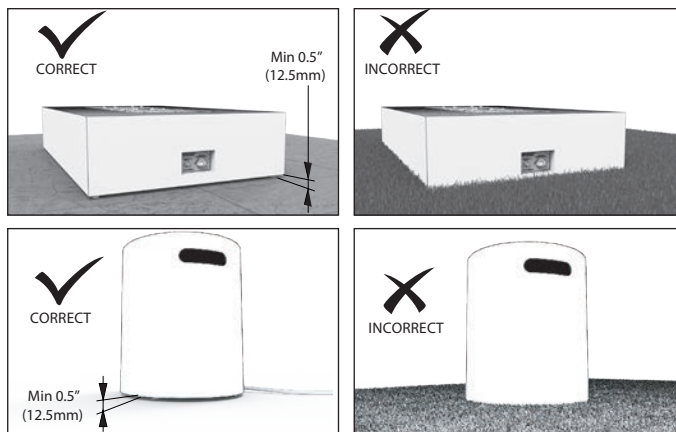
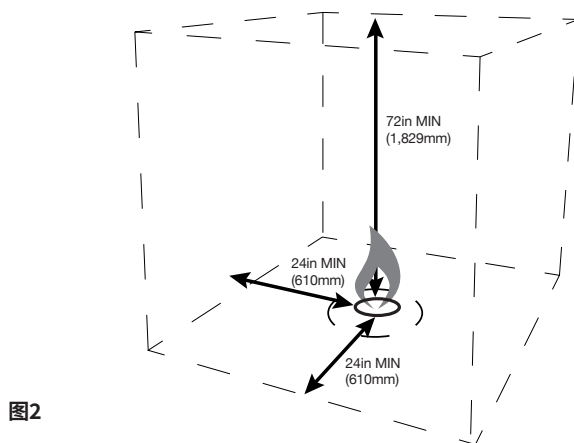

图1
图2
1. 将设备和LP气罐盖放置在细长平坦的表面上，该表面的长度和宽度应与设备相同。设备和LP气罐盖可以放置在易燃表面（如木制甲板）或不易燃材料（如混凝土）上。随时确保观察设备的两侧和上方的所有间隙（见图1和图2）。
3. 不要将设备放置在草地、人造草皮、地毯或任何不平整的表面上，因为这将阻止设备底部空气的流通。见图1。
4. 对于LP气罐盖（如果购买了），按照相同的说明进行操作。见图1。